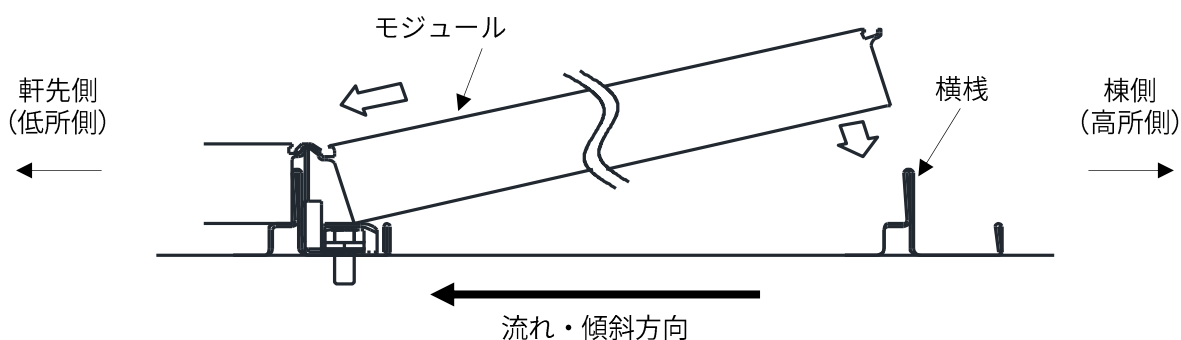
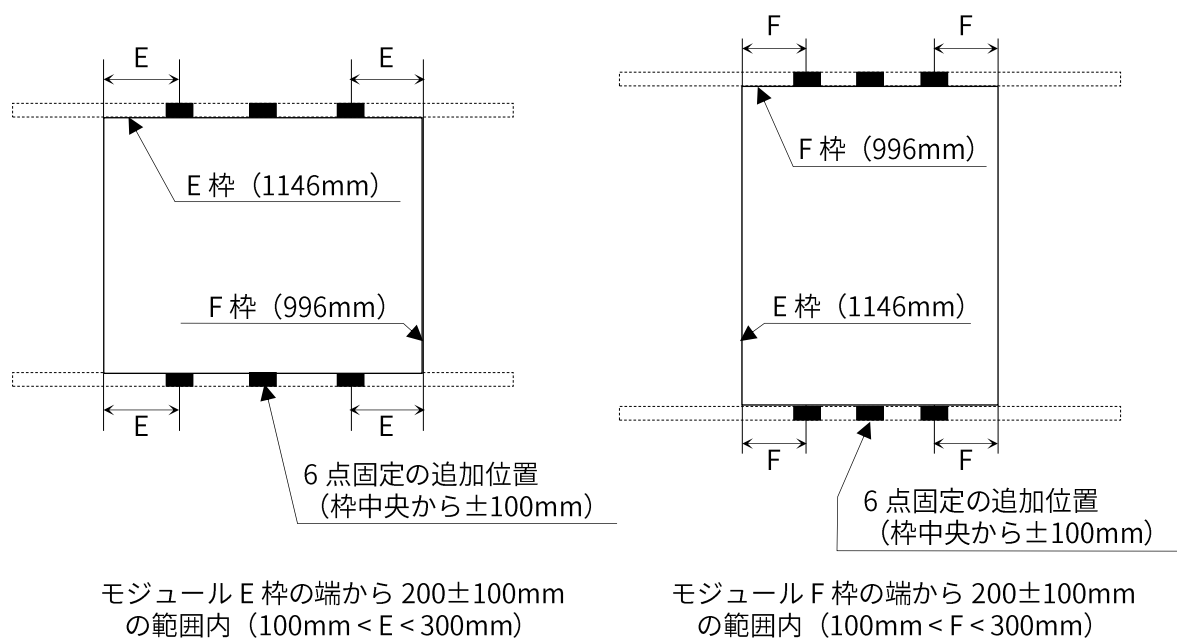

図 3-1. YS II 工法 モジュール固定図
図 3-4. 固定範囲
図 3-1 に示すように、モジュール枠側面にある L 字の引っ掛け部分（溝）を使って固定する方法です。弊社指定の専用固定金具を枠側面の溝に引っ掛け、その専用固定金具を M8 ボルトにて横桟へ固定します。また、軒先側については、軒先カバーを同様に固定します。4 点固定の場合は、専用固定金具の固定位置は図 3-4、3-5 に示すように、固定する枠ごとに 2 ケ所、モジュール全体で 4 ケ所を固定し、モジュール端より E 枠の $200 \pm 100\text{mm}$ 、F 枠の $200 \pm 100\text{mm}$ の範囲で固定してください。固定点を追加する場合は、図 3-4、3-5 に示すように 6 ケ所で固定することもできます。
④一番棟側で、モジュール押え金具にタッピングトラス M4×6 でアース接続してください（図 3-4 参照）。
太陽電池モジュール E 枠（図 3-4 参照）のアース用ネジ穴にアース線をタッピングトラス M4×6 で取付けてください。